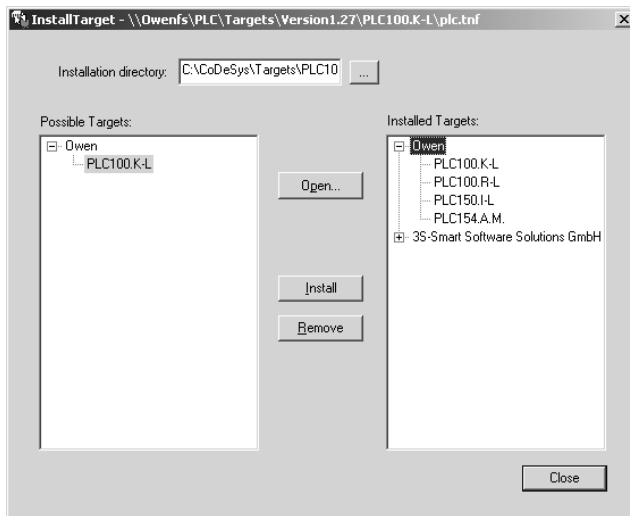

Рис. 2. Окно «InstallTarget» утилиты InstallTarget
1) В открывшемся при запуске утилиты **InstallTarget** окне (рис. 2) – нажать кнопку Open и указать путь доступа к инсталлируемому Target-файлу (имеющему расширение ***.tnf**, Target Information File). Target-файлы контроллеров ОВЕН ПЛК100 находятся на компакт-диске, поставляемом с контроллером, в папке «Target» или могут быть скачаны с сайта **www.owen.ru**. При скачивании с сайта папку с Target-файлами надо разархивировать и сохранить на жестком диске ПК.